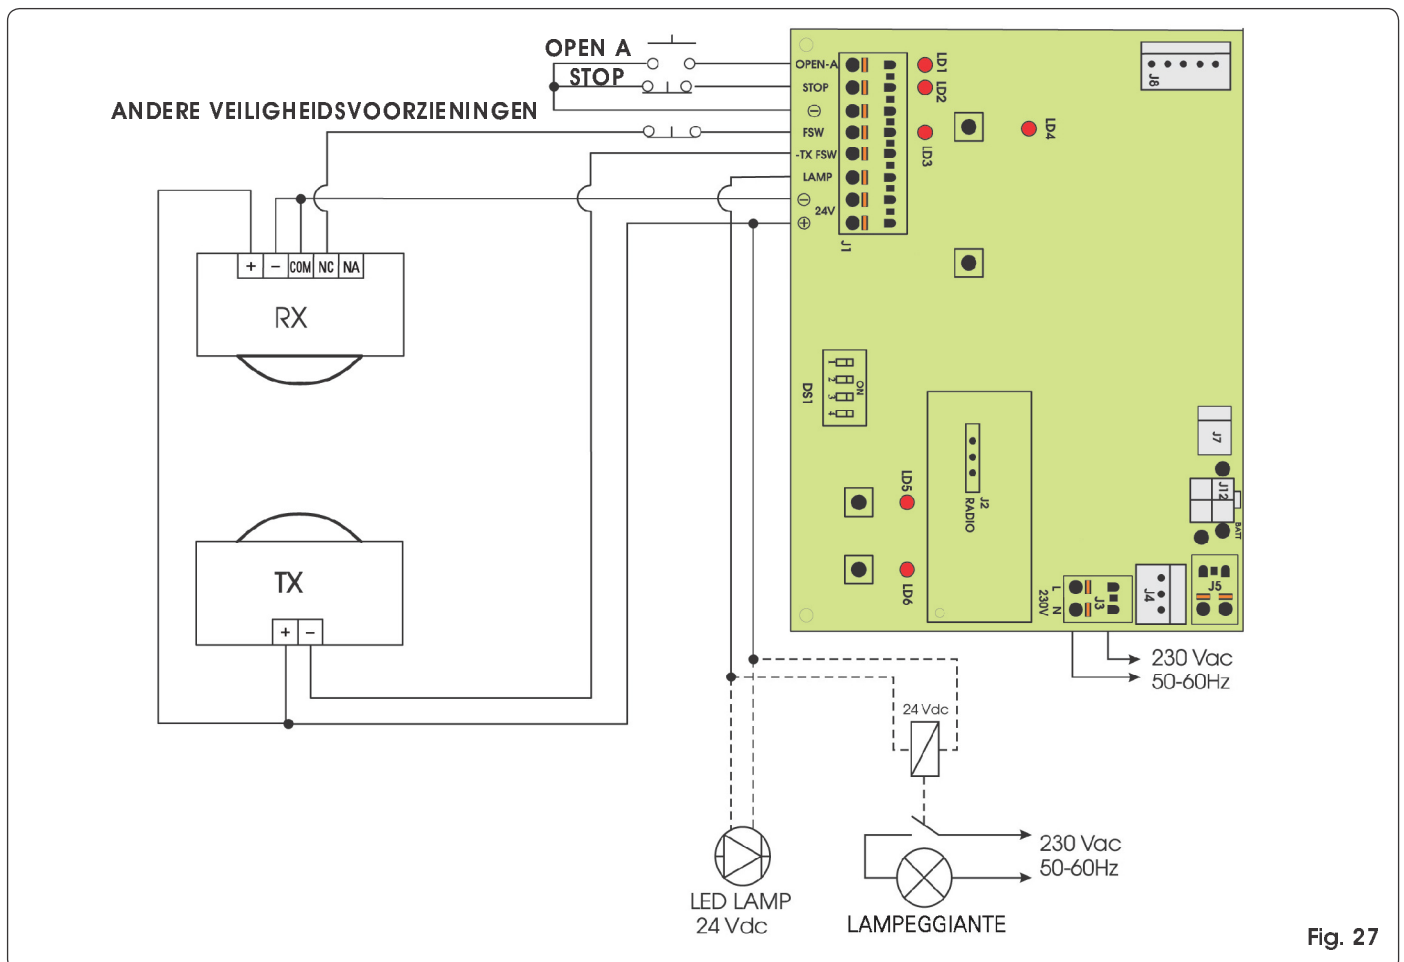

Fig. 27
- Sluit de elektriciteitsverbindingen aan overeenkomstig Fig. 27.